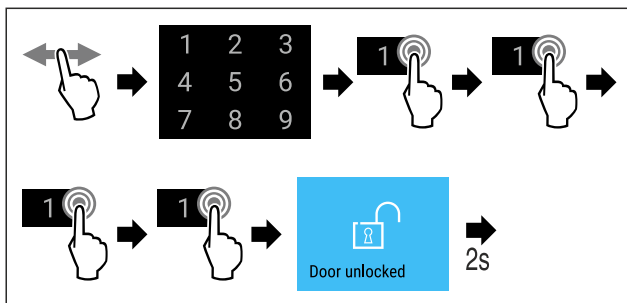

Fig. 77 Locking door using door code 1 1 1 1.
► Complete steps (see Fig. 77).